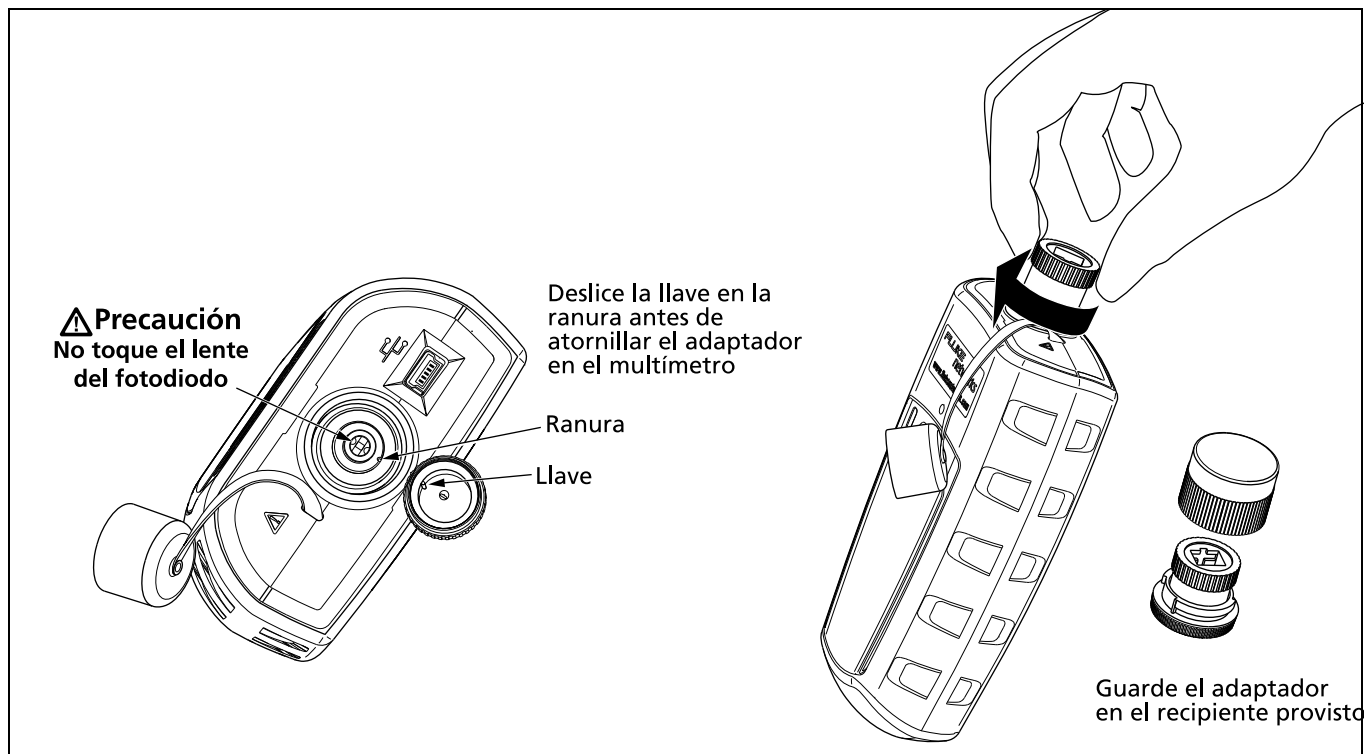

Figura 4. Instalación del adaptador del conector
- **No toque el lente del fotodiodo (consulte la figura 4).**
Para instalar un adaptador de conector, consulte la figura 4 y haga lo siguiente: